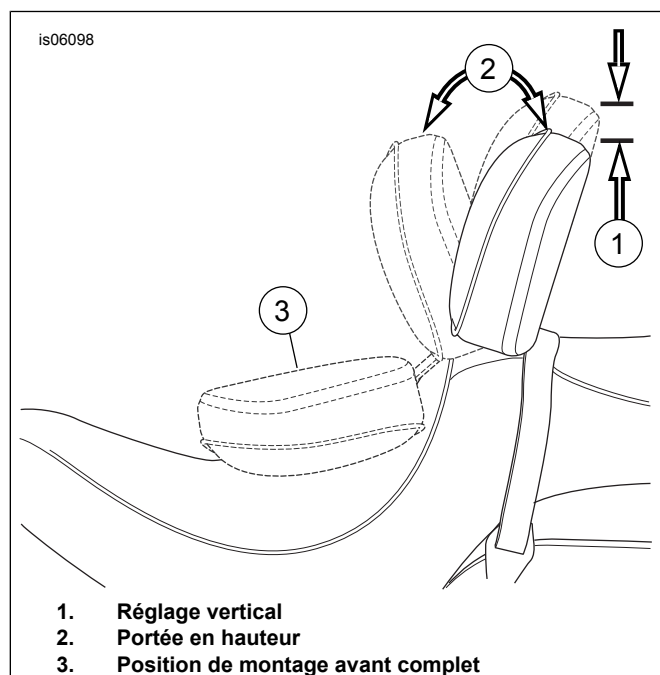

Figure 14. Positions du dossier
7. Voir Figure 14 . Une fois le dossier et l'assise en place, poussez le dossier vers l'avant jusqu'à sa position maximale (3). Le mécanisme du dossier s'appuie contre la face inférieure de l'assise et contre le protecteur d'assise inséré.
1. Voir Figure 14 . La poignée de réglage est utilisée pour déplacer le coussin du dossier dans les positions vers l'avant et vers l'arrière.
2. Afin d'ajuster le coussin du dossier vers l'avant ou vers l'arrière (2), pousser la poignée.
6. Pour régler le coussin du dossier vers le haut et vers le bas (1), tirez le bouton à l'arrière du coussin.